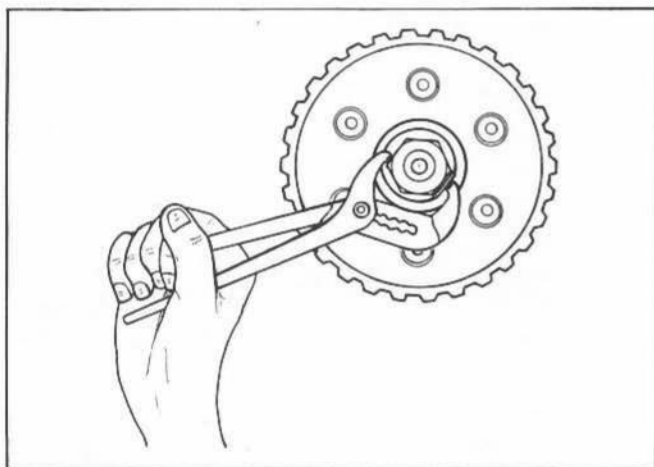

Fig. 126
- 3) Usare se possibile rondelle di fermo in lamiera nuove ad ogni montaggio piegandone lievemente un lembo prima di montarle; se si è costretti ad usare la vecchia rondella, ripiegarla in un nuovo punto (Fig. 126).
- 3) Always fit new lock washers; if a new lock washer is unavailable, bend it in a different side (Fig. 126).